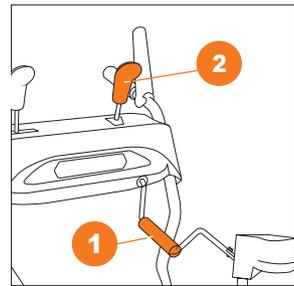

Рис. 22
- Модель **S 6560 / S 7565** для выбора направления выброса снега вращайте рукоятку 1, дальность выброса регулируйте перемещением рычага регулировки 2 (Рис. 22).